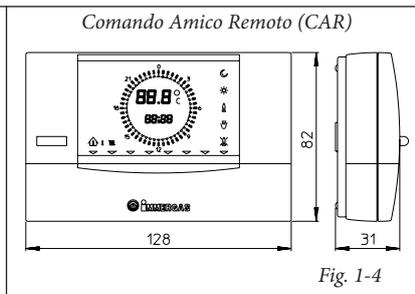
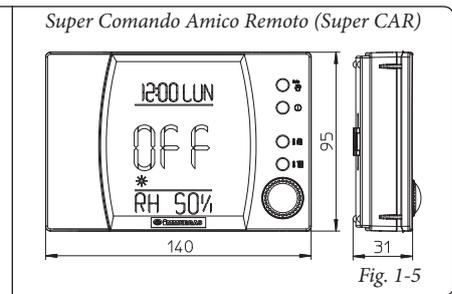

Fig. 1-4
Fig. 1-5
- Sono disponibili 2 tipologie di comandi remoti: Comando Amico Remoto (CAR) (Fig. 1-4) e Super Comando Amico Remoto (Super CAR) (Fig. 1-5) entrambi con funzionamento di cronotermostati climatici. I pannelli dei cronotermostati consentono all'utente, oltre alle funzioni illustrate al punto precedente, di avere sotto controllo e soprattutto a portata di mano, tutte le informazioni importanti relative al funzionamento dell'apparecchio e dell'impianto termico con la opportunità di intervenire comodamente sui parametri precedentemente impostati senza necessità di spostarsi sul luogo